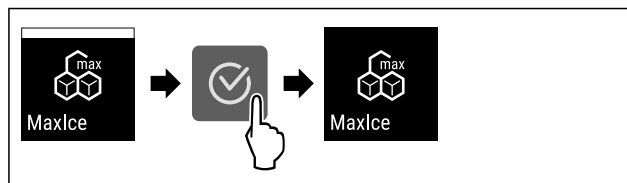

Fig. 20
- ▶ Provedte akční kroky (viz Fig. 20) .